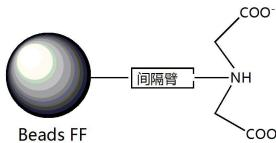

图 1. Chelating Beads 6FF 化学结构示意图
**Chelating Beads 6FF** 是以高度交联的 6% 琼脂糖凝胶为基质，配体为亚氨基二乙酸 (IDA)，结构如图 1 所示。**Chelating Beads 6FF** 可以用于螯合各种金属离子，如  $\text{Cu}^{2+}$ ,  $\text{Zn}^{2+}$ ,  $\text{Co}^{2+}$ ,  $\text{Ni}^{2+}$  和  $\text{Fe}^{3+}$ ，可根据金属离子对标签蛋白的结合力来选择需要螯合的金属离子。通常首选  $\text{Ni}^{2+}$ ，因为镍离子螯合填料可以很好的从各种表达体系中一步纯化 his 标签蛋白。 $\text{Cu}^{2+}$ ,  $\text{Zn}^{2+}$  结合力很强，可以用于纯化结合力弱的蛋白。 $\text{Co}^{2+}$  和  $\text{Fe}^{3+}$  对标签蛋白的特异性更强，纯度更高。